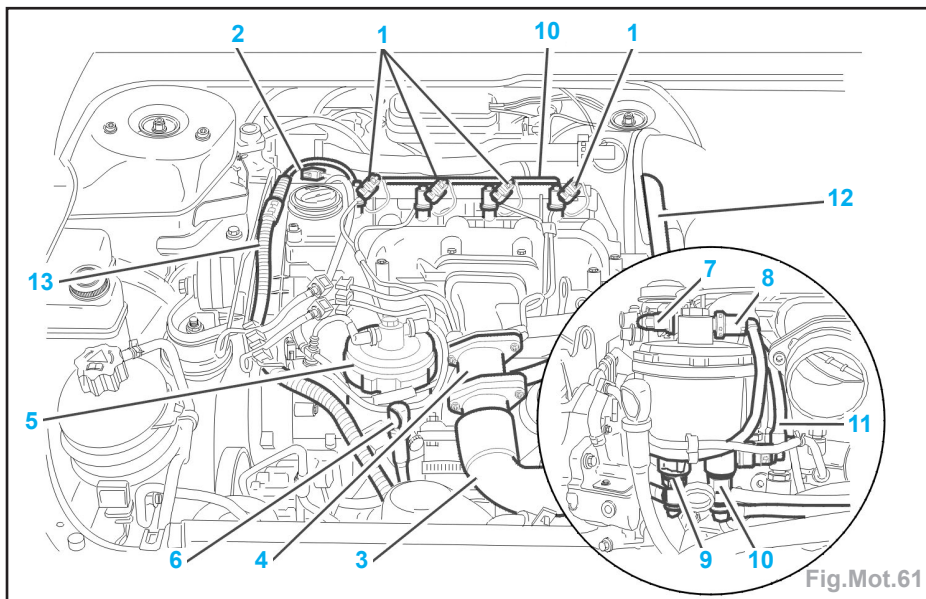

Fig.Mot.61
- Débrancher (Fig.Mot.61) :
- les connecteurs (1),
- le capteur (2).
- les conduits d'air (3),
- le boîtier papillon (4).
- Vidanger le bocal (5).
- Déposer le guide-jauge (6).